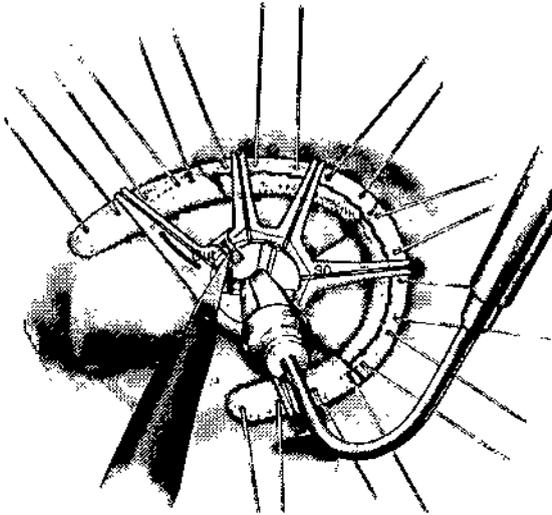

Figura 5
2. Extraiga el anillo del soporte desechable cortando la sutura de retención del soporte, identificada con la palabra "CUT" (cortar) y una flecha que señala la ranura de la guía de corte (Figura 5). Deseche el soporte.